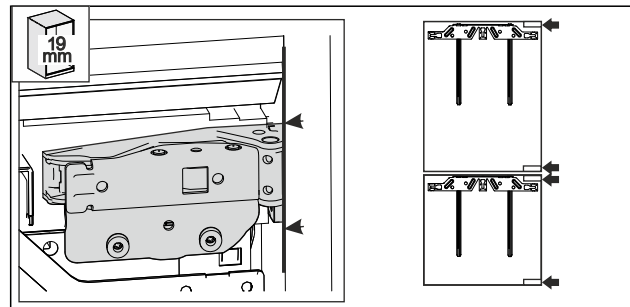

Fig. 61
- 19 mm dicke Möbelseitenwand: die vordere Kante der Scharniere ist eben mit der Vorderseite der Möbelseitenwand ausgerichtet. Fig. 61 ()